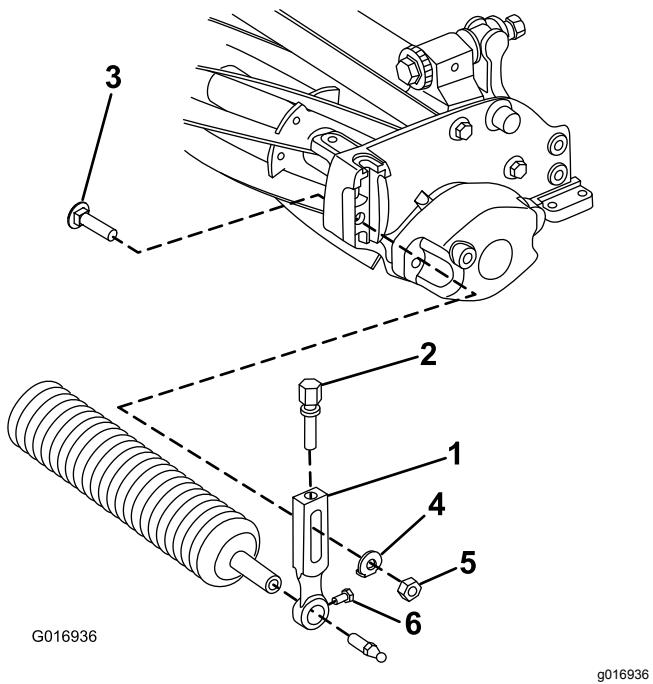

Figura 3
1. Rimuovete il bullone della lama, la rondella e il dado flangiato che fissano i bracci di regolazione dell'altezza di taglio alla piastra laterale dell'apparato di taglio (Figura 3).